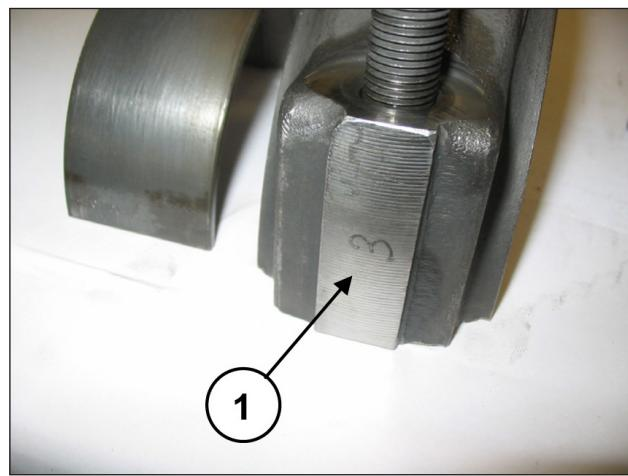

Fig. 34
Rimuovere i due anelli seeger di bloccaggio spinotto utilizzando un apposito attrezzo (pos. ①, Fig. 34).
Applicare i due seeger di sballamento con l'apposito attrezzo (pos. ①, Fig. 34).